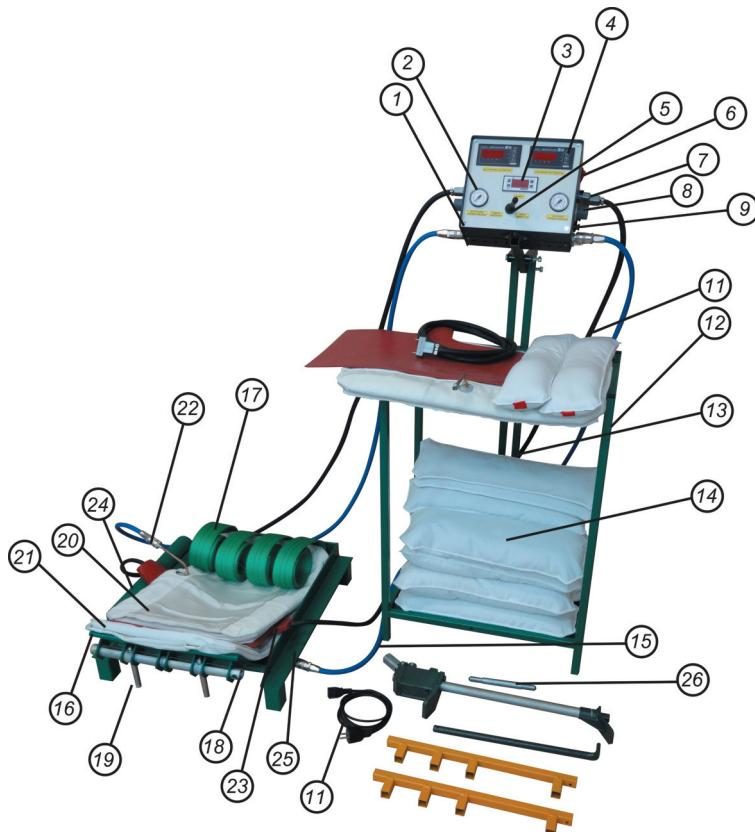

рис. 1
5.2. Собрать вулканизатор согласно Рис.1.
6.1 При ремонте легковых шин установить адаптер (рис. 1 поз. 26) в отверстия на плите основания (рис. 1 поз. 25).
6.5 Закатить подготовленную для ремонта шину на вулканизатор и, врачаая шину на ролике (рис. 1 поз. 24), установить место ремонта по центру клавиши (рис. 1 поз. 16).